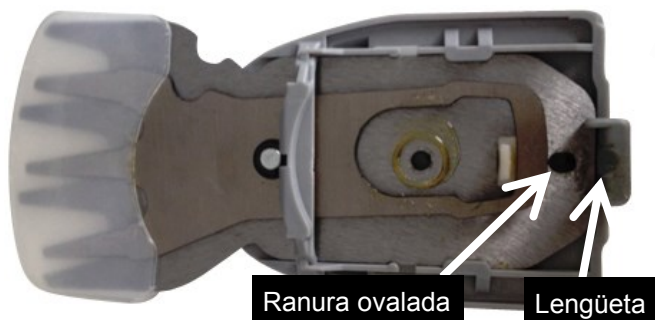

Fig. 1
2. Para colocar la cuchilla para cortar pasto, deslice la lengüeta (ver Fig. 1) en la ranura (ver Fig. 2) de la caja. Alinee el pasador del engranaje (ver Fig. 2) con la ranura ovalada (ver Fig. 1) en la cuchilla para que encajen correctamente. Empuje la placa cubierta de la cuchilla hacia arriba (ver Fig. 3) hasta que escuche que encajó. La placa cubierta de la cuchilla estará sujeta a la unidad cuando esta se ponga en funcionamiento.